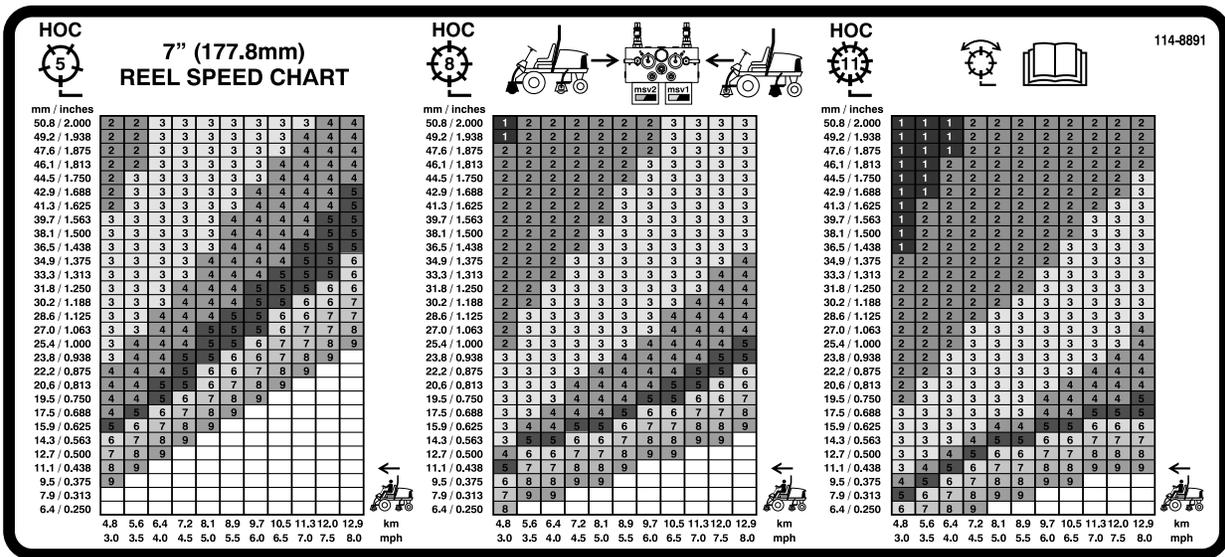
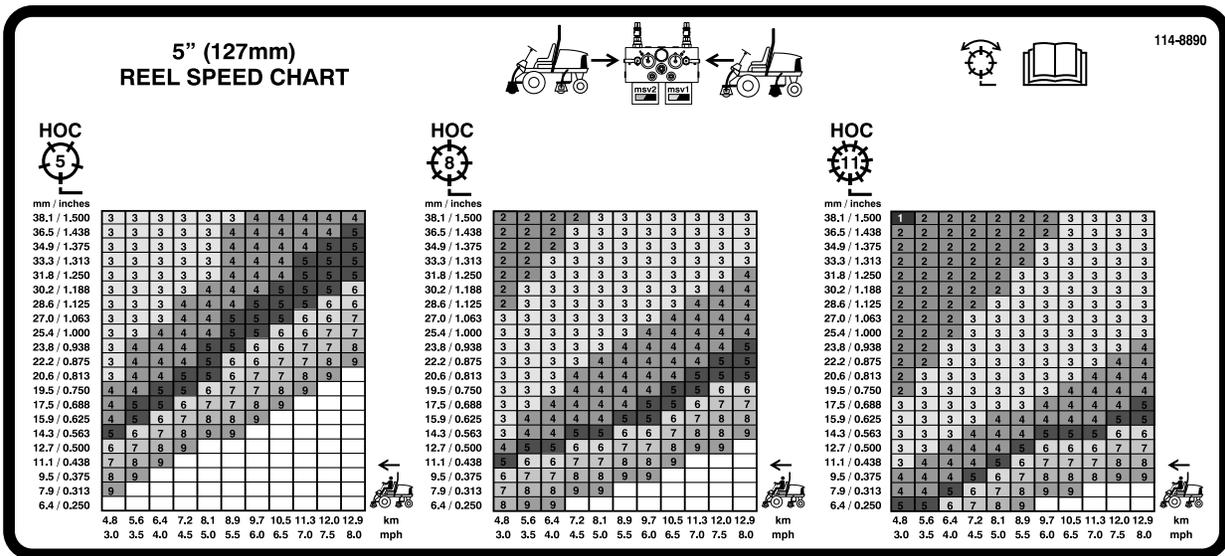

Figura 40
Figura 41
3. Utilizando o gráfico apropriado no autocolante 110-0996 (Figura 40) para Reelmaster 5510 & 5610, unidades de corte de cilindros de 7 polegadas ou o autocolante 110-8923 (Figura 41) para Reelmaster 5210 & 5410, unidades de corte de cilindros de 5 polegadas determine o ajuste adequado da velocidade dos cilindros.